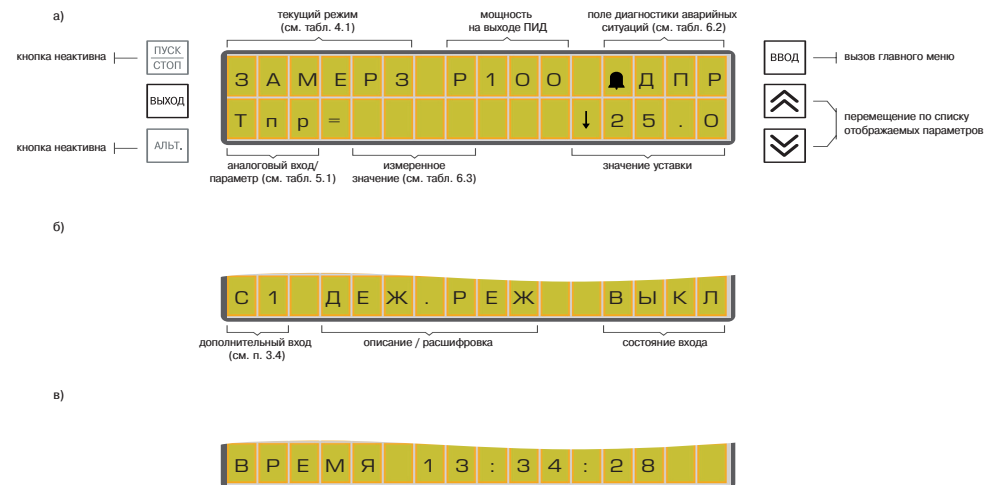

Рис. 6.1
6.3.1. При возникновении нештатной ситуации, вызванной ошибкой измерения или изменением состояния дополнительных входов, на индикаторе в верхнем правом углу появляется сообщение с символом  (рис. 6.1, а).
На индикаторе в поле диагностики аварийных ситуаций (рис. 6.1) сохраняется и не сбрасывается кнопкой  информация об источнике, первым приведшем к переходу в текущий аварийный режим. Сброс возможен при снятии всех аварийных условий и смене режима работы прибора. Это сделано для возможности выяснения причин возникновения аварийной ситуации.
6.3.2. При работе прибора непрерывно производится диагностика состояния измерительных входов, предотвращающих возникновение различных нештатных ситуаций, связанных с неисправностью датчиков. При возникновении подобной ситуации код ошибки выводится на индикатор в соответствующем поле сообщений (рис. 6.1, а). Коды ошибок измерения приведены в табл. 6.3.
При восстановлении работоспособности неисправных датчиков аварийный сигнал в верхнем правом углу (рис. 6.1, а) сохраняется. Для сброса аварийного сигнала необходимо нажать на кнопку .
6.3.4. Отображаемое обозначение (см. рис. 6.1) функционального назначения дополнительного дискретного входа (см. п. 3.4) приведено в табл. 6.4.